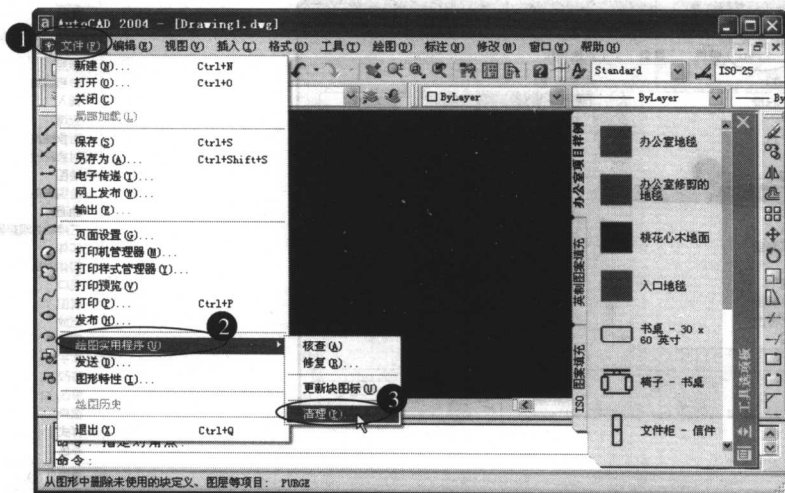

图 1-3 展开菜单项下的子菜单
- 如果某个菜单命令后面带有▶符号，表示该菜单命令还包含下级子菜单。将鼠标指针移至有▶标记的子菜单上时，将弹出其下一级子菜单，可以进一步选择下级子菜单中的菜单命令，如图 1-3 所示。
- 如果菜单命令后面显示有快捷键（在如图 1-3 所示菜单中的“保存”菜单命令后面的【Ctrl+S】），则表示直接按键盘上的该组合键即可执行该命令。